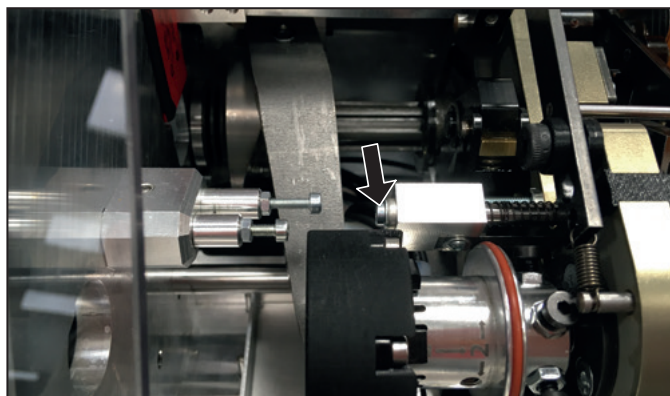

Imagen 8.3 Retirar el portacuchillas
- Retire el tornillo de fijación del portacuchillas, véase Imagen 8.3.